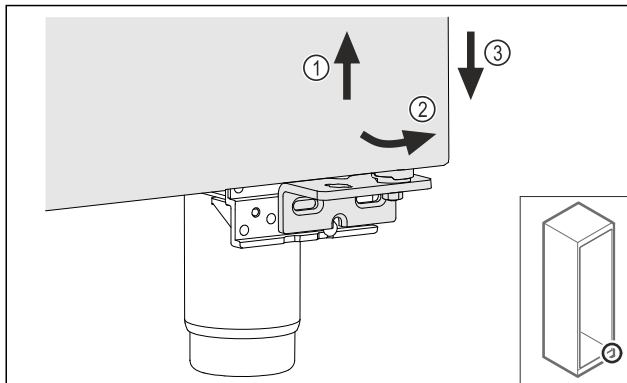

Fig. 18
- Tür leicht anheben Fig. 18 (1), unten nach vorne kippen Fig. 18 (2) und absenken Fig. 18 (3).